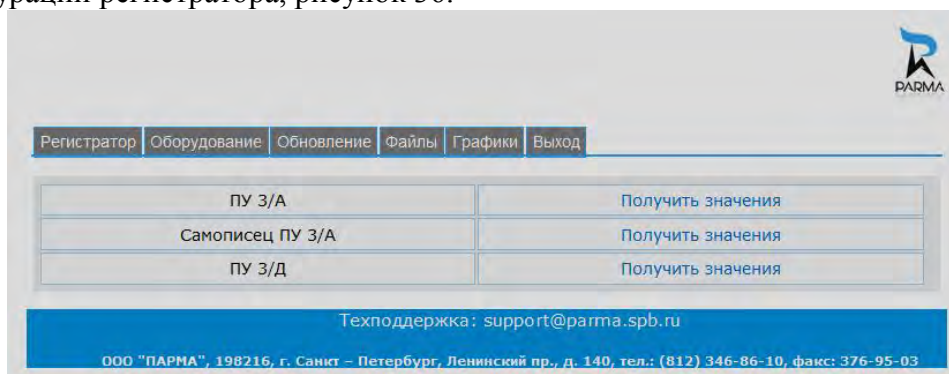

Рисунок 36. Вкладка «Графики»
7.3.3.5 Вкладка Графики содержит информацию о всех сигналах, подключенных к регистратору. На web-странице сигналы сгруппированы по секциям описаний сигналов и именам групп из файла конфигурации регистратора, рисунок 36.
Для выбора сигнала, который требуется просмотреть, рисунок 36 и 37 необходимо переместить указатель компьютерной мыши на название параметра и нажать левую клавишу.